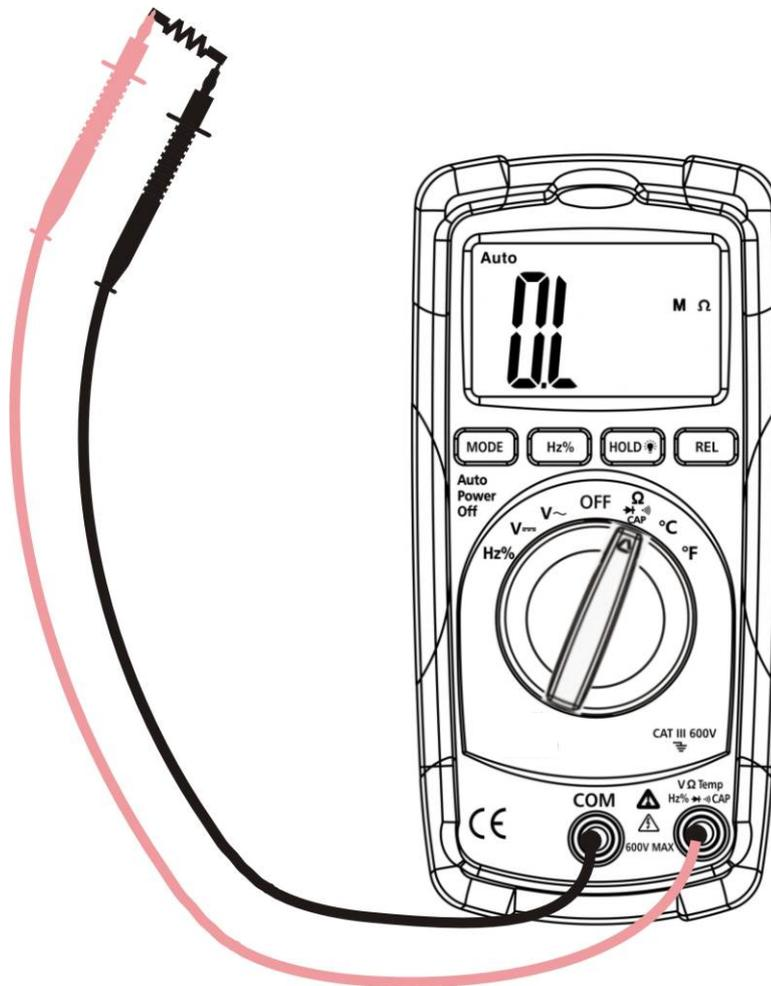

Fig. 4: Uso del instrumento en medida de Resistencias y Prueba de Continuidad
2. Inserte las puntas de prueba en los terminales, la punta roja en el terminal **V Ω Temp Hz % CAP $\rightarrow \bullet \rightarrow \text{CAP}$** y la punta negra en el terminal **COM** (ver Fig. 4)